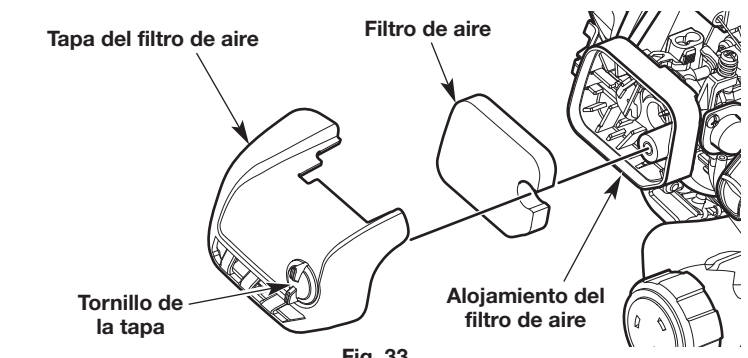

Fig. 33
1. Abra la tapa del filtro de aire para lo cual debe aflojar el tornillo de la tapa (Fig. 33).
2. Extraiga el filtro de aire de su alojamiento (Fig. 33).
6. Vuelva a instalar el filtro de aire en su alojamiento (Fig. 33).